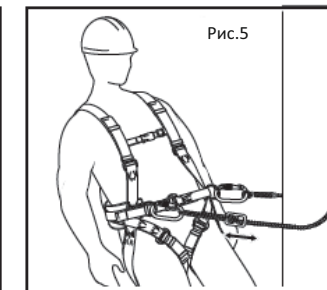

Рис.5
- Присоедините карабин ко второму элементу крепления для рабочего позиционирования. Отрегулируйте длину стропа с помощью регулировочной скобы (если строп регулируемый). Натяжение стропа должно обеспечивать стабильное рабочее положение и ограничивать свободное падение рабочего (рис. 5).